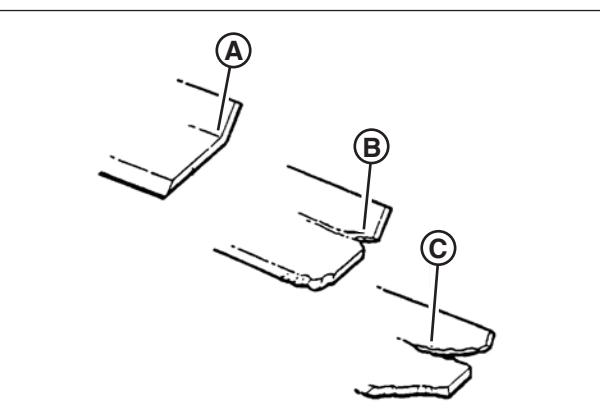

Figure 19 : Limite d'usure de la lame standard
- Inspecter fréquemment la lame (**Figure 19**) pour voir si elle est excessivement usée ou endommagée :